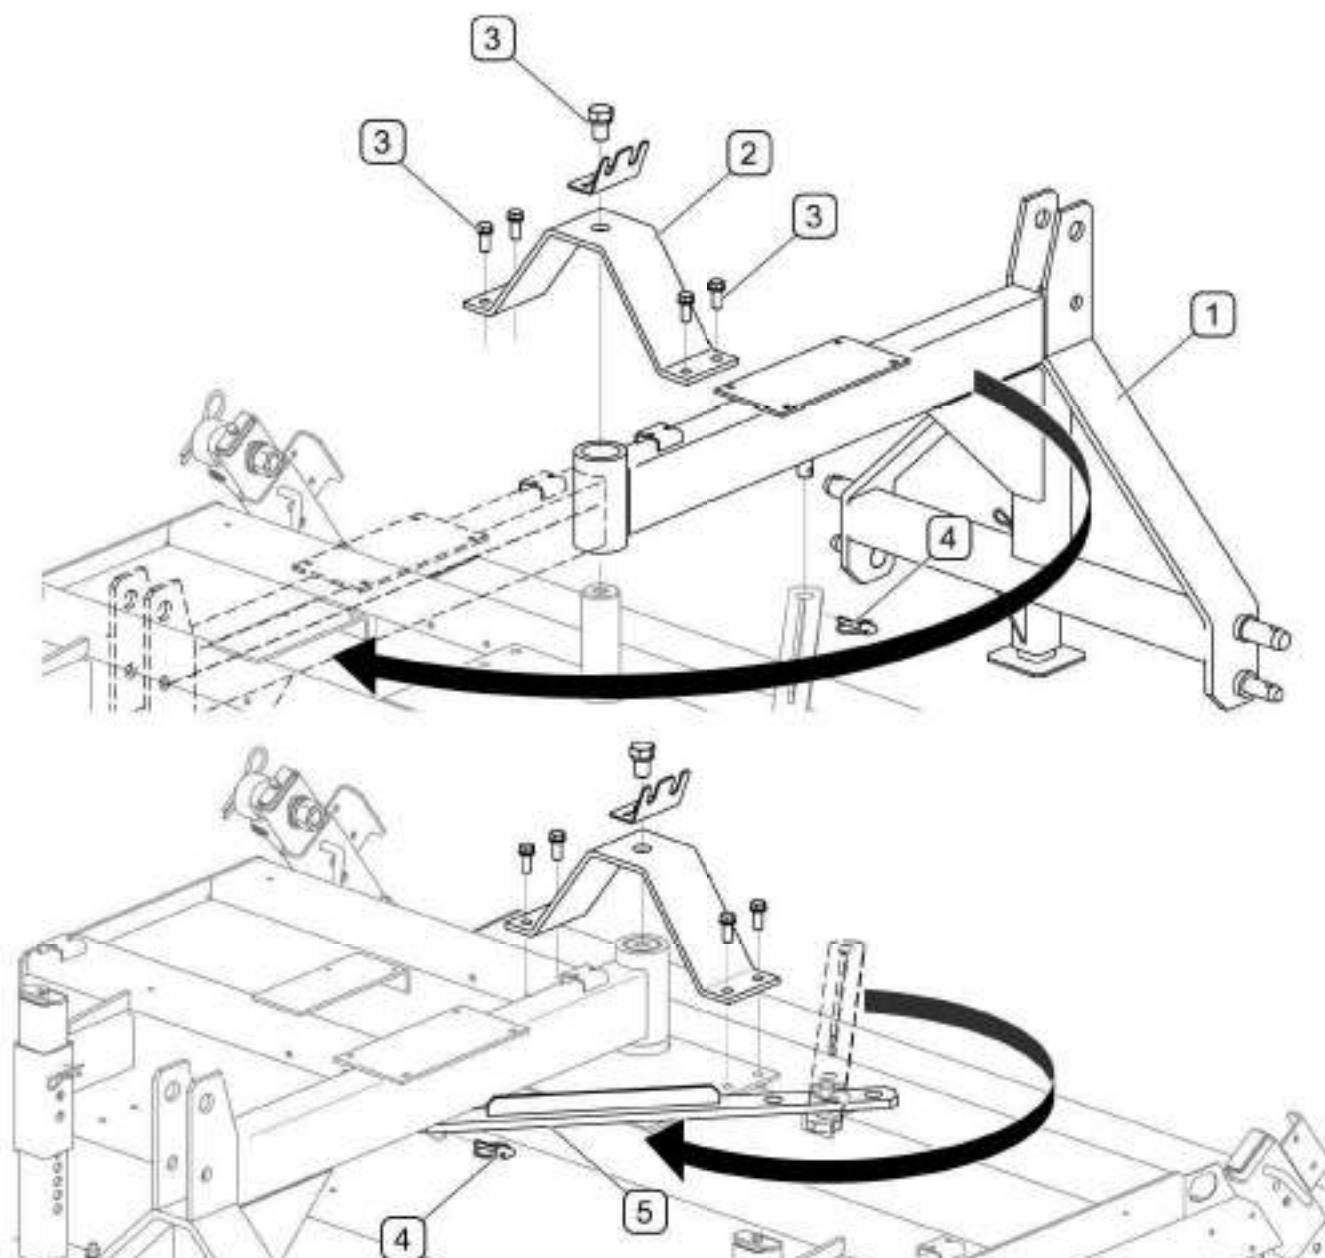

РИСУНОК 4.9А Навеска подметально-уборочной машины перед базовым транспортным средством
(1)- рама системы подвески; (2)- кронштейн под главную цапфу; (3)- крепежные болты кронштейна; (4)- чека; (5)- планка;
Для навески подметально-уборочной машины перед базовым транспортным средством (РИСУНОК 4.9А) нужно вынуть чеку (4), блокирующую планку (5), отвинтить 5 шт. болтов (3), крепящих кронштейн (2) под главную цапфу, и повернуть всю раму (1) системы подвески на 180° , после чего привинтить кронштейн (2). Повернуть планку (5), закрепить на цапфе рамы системы подвески и заблокировать чекой (4). В подметально-уборочных машинах с системой полива необходимо